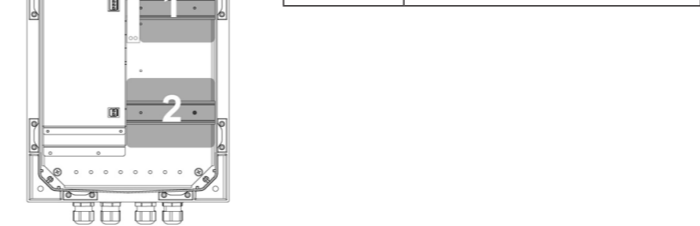

FIGURE 5.
- Blue wire for neutral (N)
- Brown wire for line (L)
- Connect SYNAPS to the PoE/PoE+ applications via the 2 Ethernet (RJ45) ports on the left (Ports 1 and 2) and to the PoE/PoE+/HiPoE applications via the 2 Ethernet (RJ45) ports on the right (Ports 3 and 4). Their communication speed is 10/100 Mbps. Each port is numbered on the product. Both 4 ports can be used indifferently (Figure 5).
- The combo ports (RJ45/SFP) on the right (Port 5 and port 6\*) creates the link for the communication with the Supervisor. The communication speed is 10/100/1000 Mbps (Figure 5). The combo port in Ethernet is PoE/PoE+.
- Fil neutre bleu (N)
- Fil phase marron (L)
- Raccorder SYNAPS aux applications PoE/PoE+ par les 2 ports Ethernet (RJ45) de gauche (Ports 1 et 2) et PoE/PoE+/HiPoE par les 2 ports Ethernet (RJ45) de droite (Ports 3 et 4). Leur vitesse de communication est de 10/100 Mbps. Chaque port est numéroté sur le produit. Les 4 ports peuvent être utilisés indifféremment (Figure 5).
- Les ports combo (RJ45/SFP) à droite (Port 5 et Port 6\*) créent la liaison pour assurer la communication avec le superviseur. La vitesse de communication est de 10/100/1000 Mbps (Figure 5). Le port combo en Ethernet est PoE/PoE+.
- Blaues Kabel: Neutralleiter (N)
- Braunes Kabel: Phasenleiter (L)
- SYNAPS über die zwei linken Ethernet-Schnittstellen (RJ45) (Ports 1 und 2) mit den PoE/PoE+ und die zwei rechten Ethernet-Schnittstellen (RJ45) (Ports 3 und 4) mit den PoE/PoE+/HiPoE Anwendungen verbinden. Deren Kommunikationsgeschwindigkeit beträgt 10/100 Mbps. Jeder Port ist am Produkt nummeriert. Die vier Ports können unabhängig voneinander verwendet werden (Figure 5).
- Die Ethernet-Ports (RJ45/SFP) auf der rechten Seite (Port 5 und Port 6\*) stellen eine Verbindung her, um die Kommunikation mit dem Supervisor zu ermöglichen. Die Kommunikationsgeschwindigkeit beträgt 10/100/1000 Mbps (Figure 5). Der Combo-Port im Ethernet ist PoE/PoE+.
- Nulleider blauw (N)
- Spanningsleider bruin (L)
- SYNAPS aansluiten op de applicaties PoE/PoE+ via de 2 Ethernet-poorten links (Poorten 1 en 2) en op de applicaties PoE/PoE+/HiPoE via de 2 Ethernet-poorten rechts (Poorten 3 en 4) Hun communicatiesnelheid is 10/100 Mbps. Elke poort is genummerd op het product. De 4 poorten kunnen onafhankelijk worden gebruikt (Figure 5).
- De Ethernet-poorten (RJ45/SFP) aan de rechterkant (Poort 5 en Port 6\*) zijn de aansluitingen voor communicatie met de Supervisor. De communicatiesnelheid is 10/100/1000 Mbps (Figure 5). De combopoort in Ethernet is PoE/PoE+.